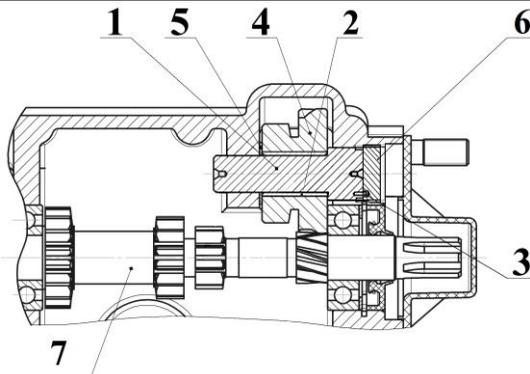

Рисунок 6 – Продольный разрез коробки передач вдоль оси промежуточной заднего хода.
Коробка передач состоит из следующих основных частей: корпуса, вала-шестерни ведущей **16** (рисунок 5), вала-шестерни ведомой в сборе **15**, оси паразитной заднего хода **1** (рисунок 6) в сборе с шестерней паразитной **4**, механизма переключения передач, механизма выключения сцепления.
1.2.2.1.4 Ось паразитная заднего хода **1** (рисунок 6) устанавливается в корпус коробки передач и фиксируется от проворота с помощью штифта **3** и пробки **6**.
С помощью механизма переключения передач шестерня первой передачи и заднего хода **11** (рисунок 5) входит в зацепление с прямозубым венцом шестерни паразитной **4** (рисунок 6) и обеспечивает работу заднего хода.